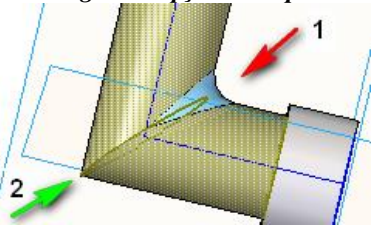

Fig. 8.13 Pas intermediar in poziția 5d)
- La Radius scriem 5 și apăsăm **Enter**. Va apărea automat raza, ca în fig. 8.13, dar observăm că este într-o poziție nedorită.